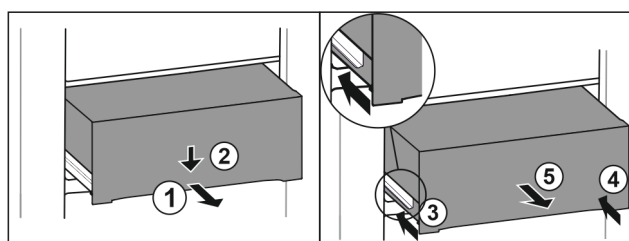

Fig. 155
- Lade er half uittrekken. Fig. 155 (1)
- Schuiflade aan de voorzijde omlaag drukken. Fig. 155 (2)
- Linker rail ca. 2 cm inschuiven. Fig. 155 (3)
- Rechter rail ca. 2 cm inschuiven. Fig. 155 (4)
- Lade naar voren toe verwijderen. Fig. 155 (5)